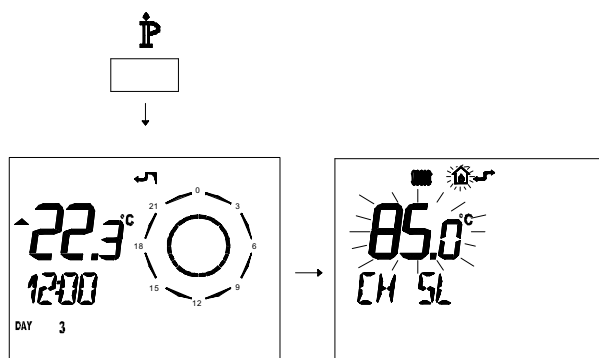

Figura 5.42
- Premere per più di 3 secondi il pulsante **IP** para per entrare in modalità **INFO** (Figura 5.42).